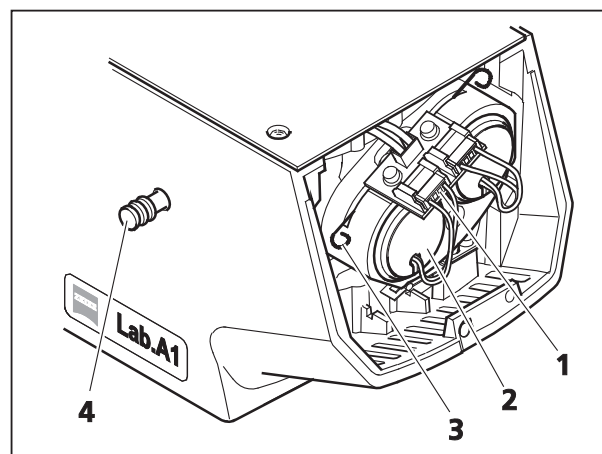
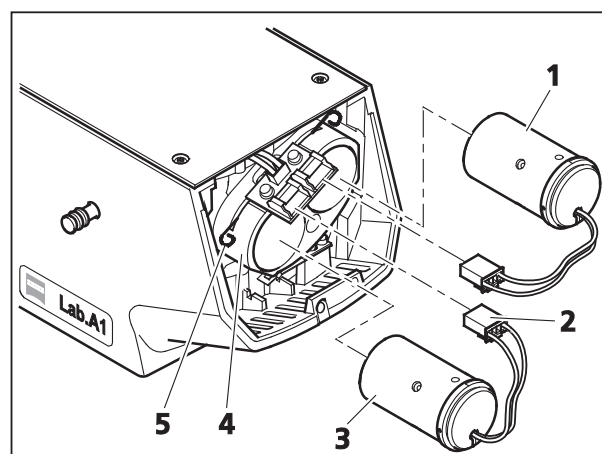

Fig. 3-24 Dépose du module LED
Fig. 3-25 Pose du module LED
- Avec la tige (Fig. 3-24/4), intercalez dans le trajet lumineux (position médiane) la position à pourvoir.
- Débranchez le connecteur (Fig. 3-24/1) du module LED à remplacer (Fig. 3-24/2) ; pour cela, appuyez sur la languette située sur le connecteur. Poussez vers le haut l'étrier de blocage (Fig. 3-24/3) du support de module et sortez le module LED (Fig. 3-24/2).
- Poussez l'étrier de serrage (Fig. 3-25/5) vers le haut pour pouvoir insérer le nouveau module LED (Fig. 3-25/3) jusqu'en butée dans le support de module. Lorsque vous relâchez l'étrier de serrage, il immobilise le module LED dans son logement.
- Branchez le connecteur (Fig. 3-25/2) du module LED de façon à ce qu'il s'encliquette correctement.
- Avec la tige (Fig. 3-24/4), intercalez dans le trajet lumineux l'autre position à pourvoir et posez ou remplacez le second module LED (Fig. 3-25/1) de manière similaire.